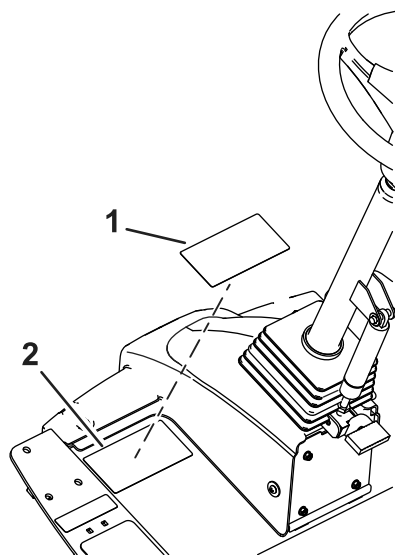

Figura 37
1. Folosiți alcool sanitar și o lavetă curată pentru a curăța suprafața autocolantului de avertizare și lăsați autocolantul să se usuce (Figura 37).